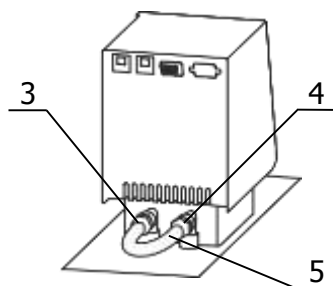

Рисунок 3 — Установка перемычки
2.2.6 Соединить шлангом-перемычкой 5 из комплекта поставки термостата (рисунок 3) входной 4 и выходной 3 штуцеры насоса блока регулирования. Закрепить перемычку на штуцерах, используя хомуты из комплекта поставки термостата.